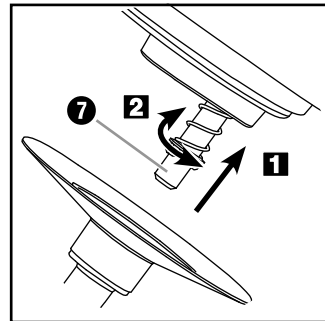

Abb. 2: Montage der Einsätze
- 6) Montieren Sie je nach Aufgabe Knethaken **10**, Schneebesens **11** oder Rührbesen **12** auf der Antriebsachse **7** (Abb. 2):
- Stecken Sie den Knethaken **10**, Schneebesens **11** oder Rührbesen **12** (nachfolgend „Einsatz“) so auf die Antriebsachse **7**, dass die beiden Metallstifte an der Antriebsachse **7** in die Aussparungen am Einsatz **10** **11** **12** greifen (Abb. 2 / **1**).
- Drücken Sie den Einsatz **10** **11** **12** kräftig auf die Antriebsachse **7**, so dass sich die Feder zusammendrückt und drehen Sie dabei den Einsatz **10** **11** **12** ein wenig gegen den Uhrzeigersinn (Richtung ) (Abb. 2 / **2**).